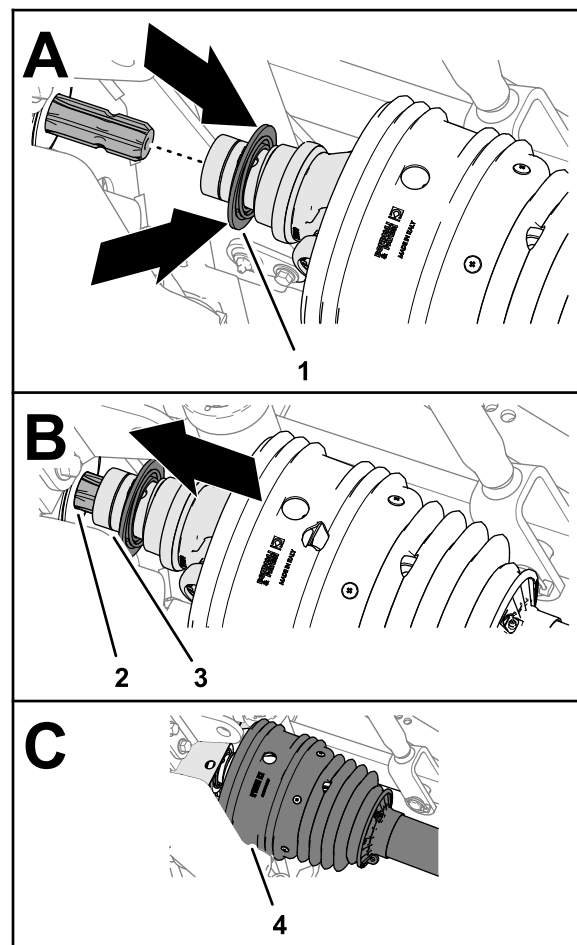

Figura 31
2. Puxe o anel de segurança do acoplamento de ligação rápida (Figura 31).
- Quando puxar para trás o anel de segurança, puxe o garfo do veio da transmissão da tomada de força para a frente e passe o bocal do acoplamento por cima das estrias do veio da transmissão da tomada de força (Figura 31).
- Certifique-se de que o resguardo está posicionado por cima do garfo do veio da transmissão (Figura 31).